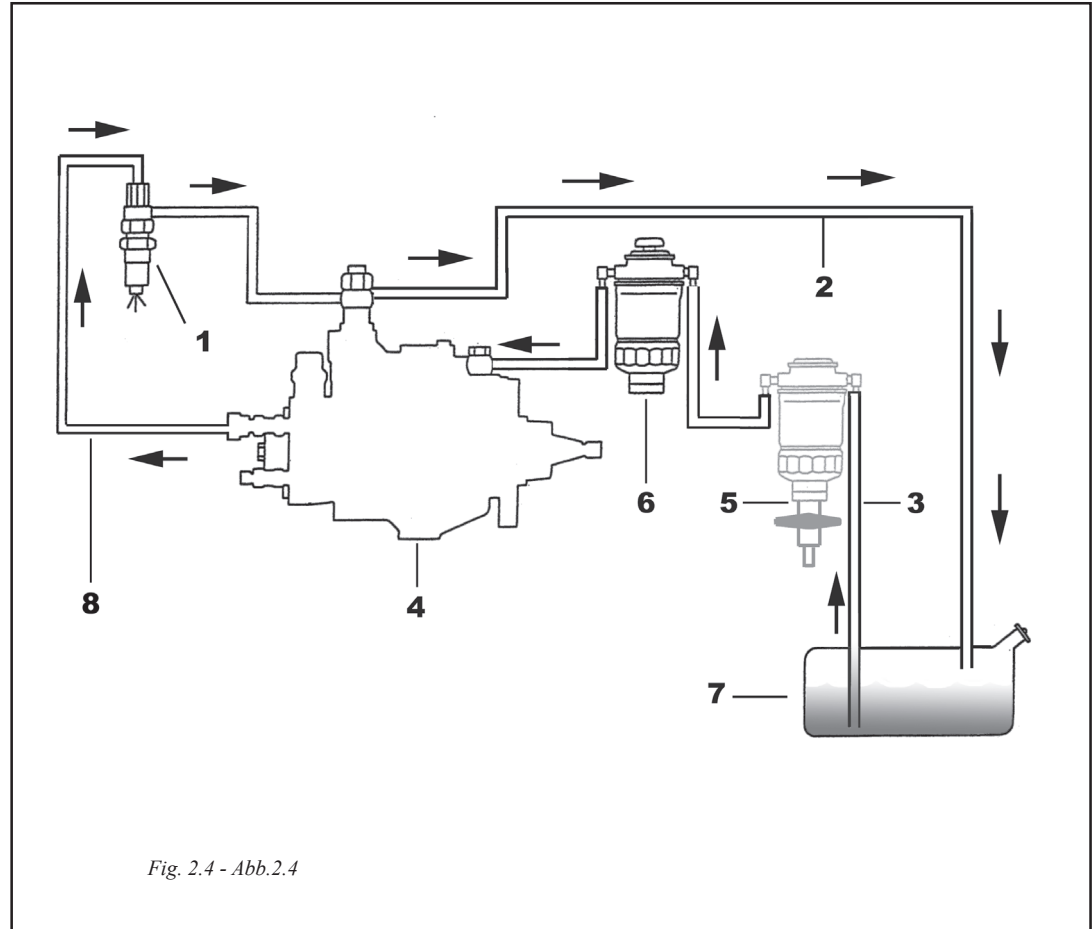

Fig. 2.4 - Abb.2.4
2.4 CIRCUITODE COMBUSTIBLE (Fig. 2.4)
2.4 FUEL CIRCUIT (Fig. 2.4)
2.4 CIRCUIT D'ALIMENTATION (Fig. 2.4)
2.4 CIRCUITO COMBUSTIBILE (Fig. 2.4)
(Abb. 2.4)